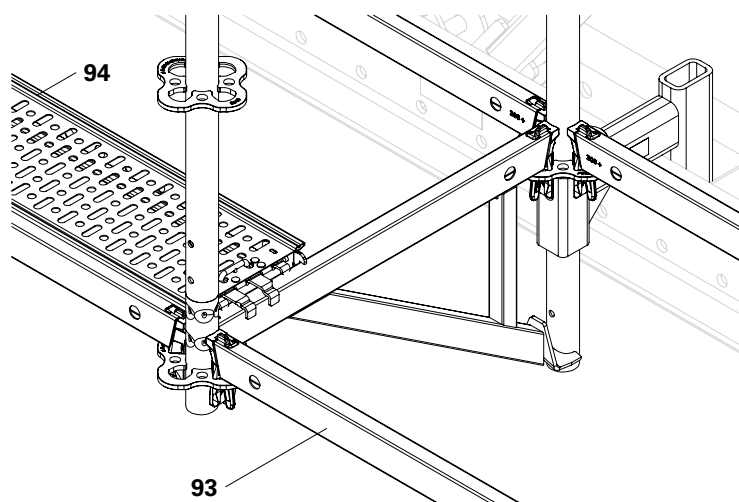

Fig. D1.09
4. Agganciare i correnti orizzontali (93) nelle rosette inferiori su entrambi i lati. Il corrente orizzontale è parallelo al kit di travi. (Fig. D1.09)